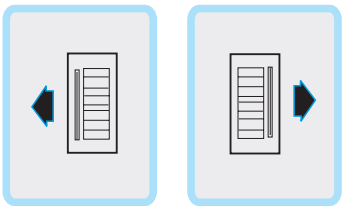

Figura 2.2
- 5. Conforme a necessidade do ambiente, determine as direções do fluxo de ar para o local de instalação. Consulte a Figura 2.2 quanto ao esquema sobre a direção do fluxo de ar.